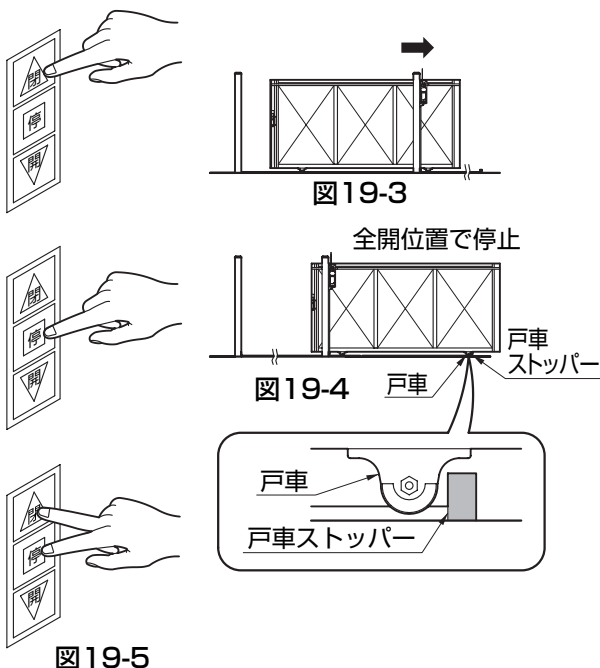

図19-5
- ③全開位置が決まったら、その位置で「停止」と「開」ボタンを同時に3秒間以上押してください。(図19-5参照)コントロールボックスの開位置設定確認灯が点灯します。
- ④以上で全開位置の設定が終了しました。